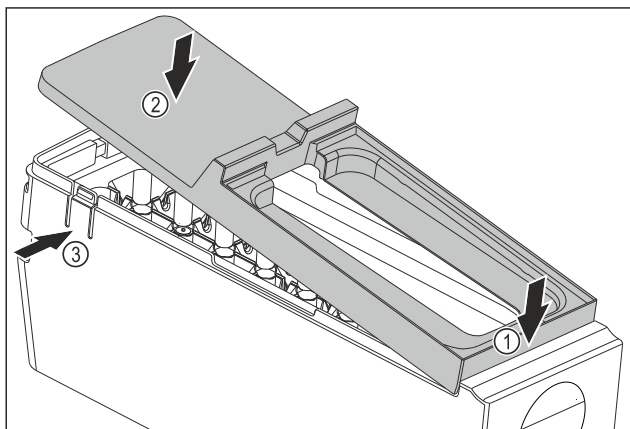

Fig. 89
- Montare la copertura del corpo dell'EasyTwist-Ice: Applicare la copertura sul davanti. Fig. 89 (1)
- Abbassare la copertura sul retro. Fig. 89 (2)
- La copertura si innesta in entrambe le linguette Fig. 89 (3) in modo udibile.